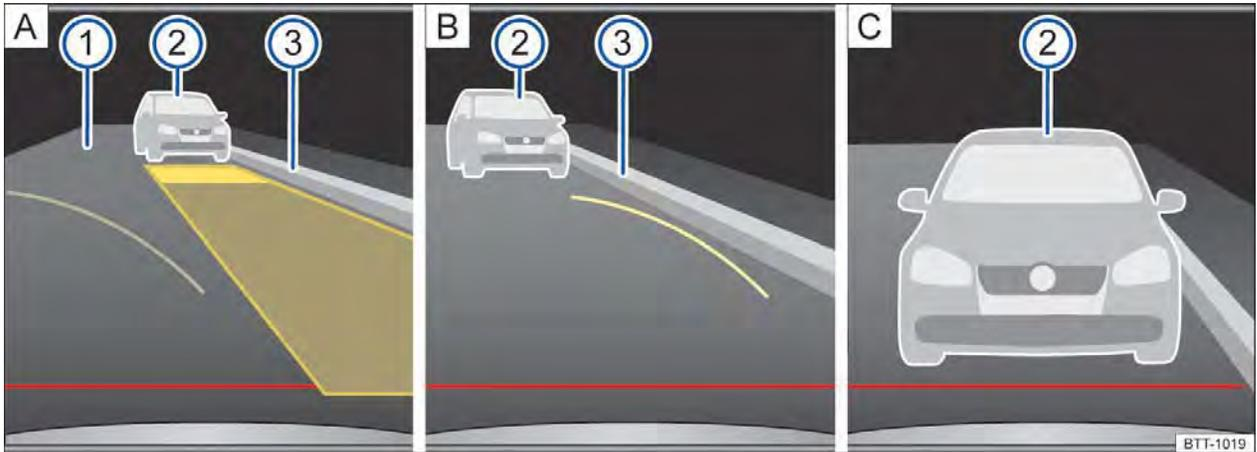

Fig. 161 Exibição do display do rádio ou do sistema de navegação: câmera de marcha a ré, modo 2.
Legenda para a representação esquemática Fig. 161:
6.	Se necessário, corrigir a posição o veículo, de modo que a superfície de auxílio amarela exibida coincida com a limitação lateral ③ da vaga selecionada (por exemplo, meio-fio) e termine antes de uma limitação traseira ②, por exemplo, um veículo estacionado ⇒ Fig. 161 A.
9.	Para o veículo quando a guia amarela curva encostar na limitação lateral ③ da vaga de estacionamento desejada B e girar o volante até o batente no sentido oposto.
10.	Continuar lentamente em marcha a ré até o veículo estar paralelo à pista ① na vaga de estacionamento.
11.	Parar o veículo o mais tardar ao atingir a guia vermelha horizontal de limitação traseira, por exemplo, veículo estacionado ② C.